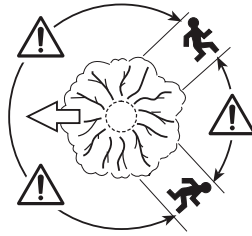

Fig. 28
3. Antes de iniciar la tala, se debe planificar y despejar una vía de escape. La vía de escape ha de extenderse hacia atrás y en diagonal en relación con la línea de caída prevista (Fig. 28).